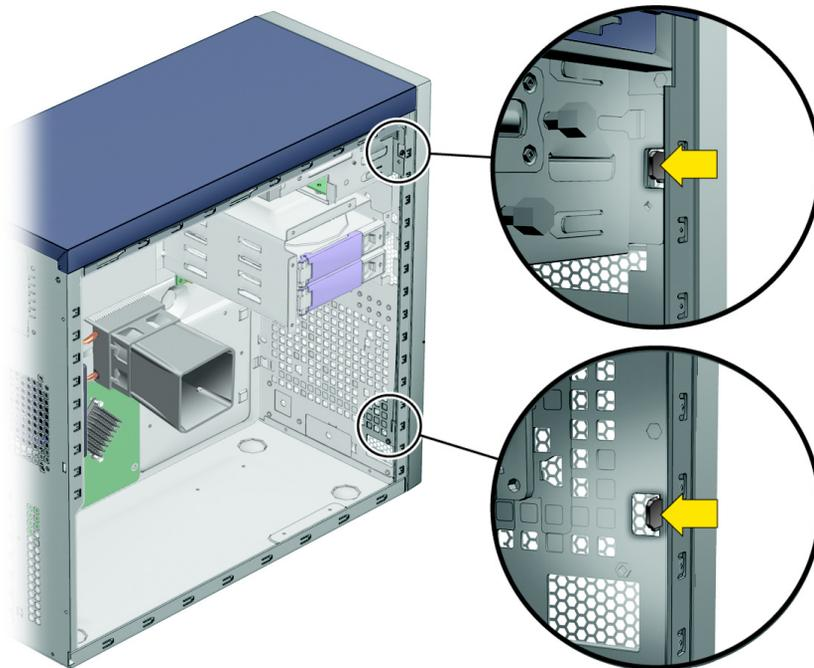

РИС. 4-2 Отгибание язычков накладки
2. Отогните четыре язычка накладки (см. РИС. 4-2).